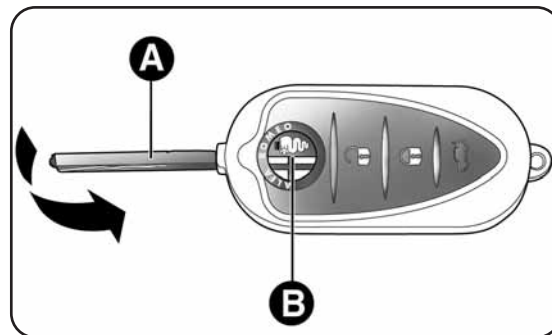

fig. 15
La pièce métallique A - fig.15 actionne:
*Appuyer sur le bouton B-fig.15 uniquement lorsque la clé n'est pas proche du corps, et notamment des yeux et d'objets pouvant être endommagés (vêtements, par exemple). Ne pas laisser la clé sans surveillance pour éviter toute manipulation intempestive (par des enfants, notamment).*